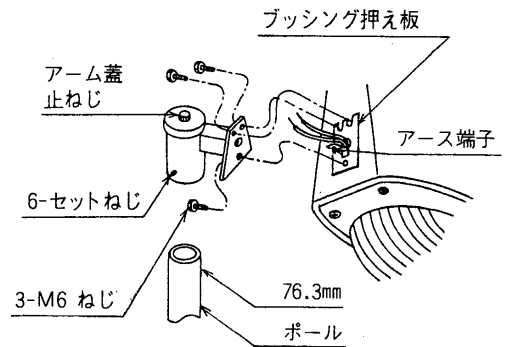

図10
1. ポール用アーム(JAT-1101,-2101,-4101)(別売)をポールに取り付けてください。適合ポール径はφ76.3mmです。このときセットねじ6本を必ず締め付けてください。(図10)